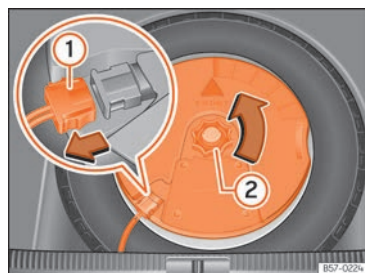

Abb. 222 Im Gepäckraum: Subwoofer ausbauen.
- Ziehen Sie das Subwoofer-Lautsprecherkabel heraus »» (Abb. 222) ①.
- Drehen Sie das Befestigungshandrad entgegen dem Uhrzeigersinn heraus »» (Abb. 222) ②.